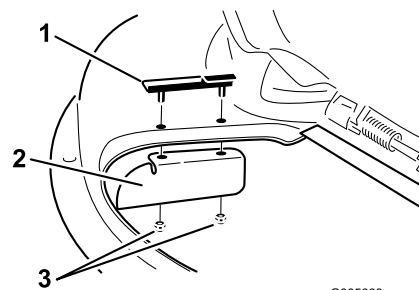

Bild 13
2. Montieren Sie das Versatzablenkblech an den Clipmontagepfosten. Bild 13. Befestigen Sie das Ablenkblech mit den zwei Sicherungsmuttern (5/16 Zoll) am Mähwerk.